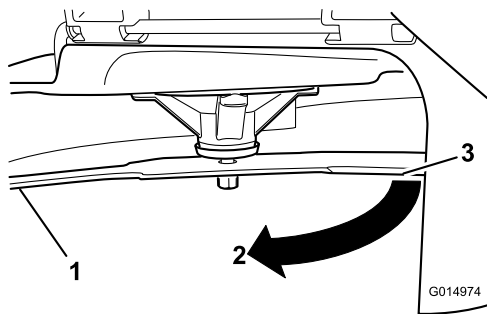

Bild 103
3. Zwischen Messer und Oberfläche gemessener Abstand (A)
4. Drehen Sie dasselbe Messer um 180 Grad, sodass die andere Schnittkante jetzt in derselben Stellung ist (Bild 103).